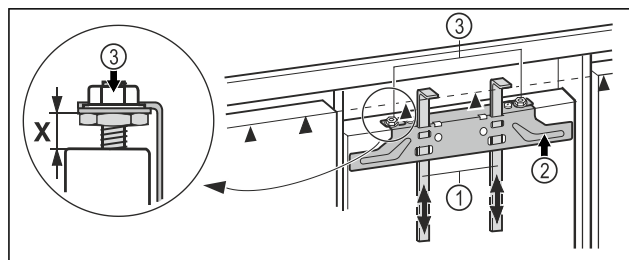

Fig. 20
- Shtyni lart ndihmëset e montimit Fig. 20 (1) në lartësinë e derës së mobilies. Buza e poshtme ndaluese ▲ e ndihmës së montimit = Buza e sipërme e derës së mobilies për montim.
- Lironi traversën e mbërthimit Fig. 20 (2) nëpërmjet kundërdadove Fig. 20 (3).